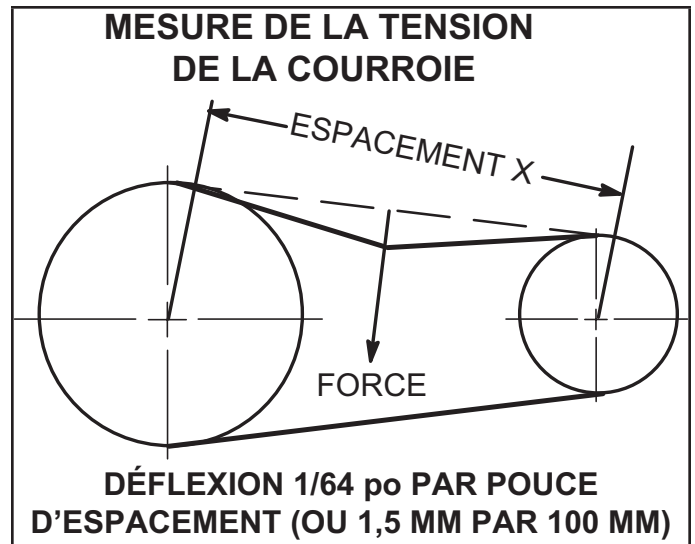

FIGURE 22
- 1 - Mesurez l'espacement X. Reportez-vous à la FIGURE 22.
- 2 - Appliquez une force perpendiculairement au centre de l'espacement (X) avec une pression suffisante pour faire fléchir la courroie de 1/64 po par pouce d'espacement (1,5 mm par 100 mm d'espacement).